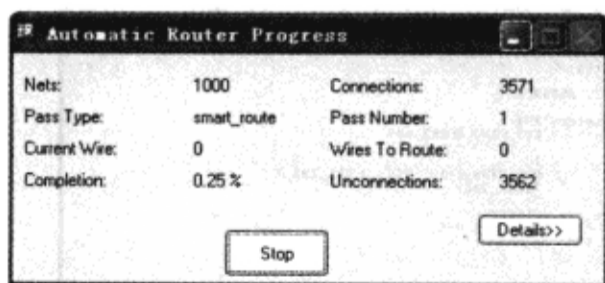

图 4-3-18 布线进度窗口
(8) 在“Automatic Router”对话框单击“Route”按钮，弹出布线进度窗口，如图4-3-18所示。当布线进度窗口消失时，布线完成，“Automatic Router”对话框重新显示。